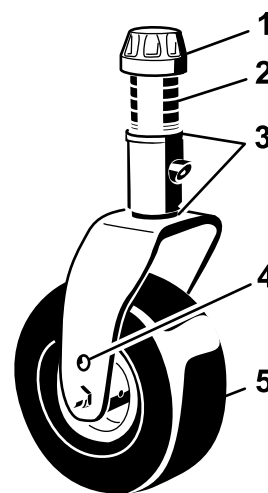

Figura 20
1. Coloque los ejes de las ruedas giratorias en el mismo taladro en todas las horquillas (Figura 20 y Figura 22).
2. Retire el casquillo tensor del eje y deslice el eje fuera del brazo de la rueda giratoria (Figura 20).